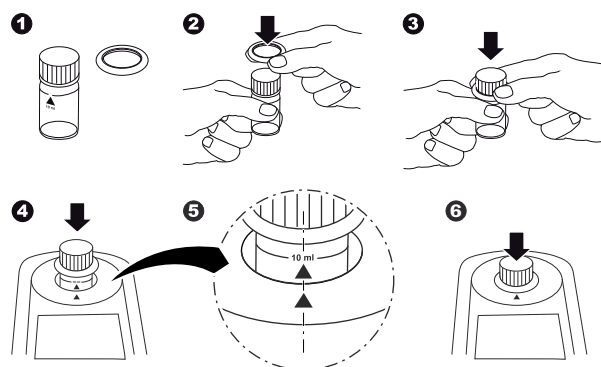

Abb. 4 Küvette (Ø24) richtig positionieren
- Die Küvette muss für den Nullabgleich und den Test immer so in den Messschacht gestellt werden, dass die Graduierung mit dem weißen Dreieck zur Gehäusemarkierung zeigt (siehe Abb. 4).
2. Die Küvette in den Messschacht stellen. Positionierung siehe Abb. 4.
7. Die Küvette in den Messschacht stellen. Positionierung siehe Abb. 4.